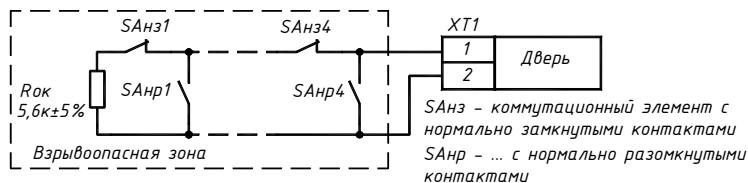

Рис.2.1 Подключение датчиков положения дверей
1) Для подключения **шлейфа контроля дверей** следует пользоваться схемой, представленной на рис. 2.1.